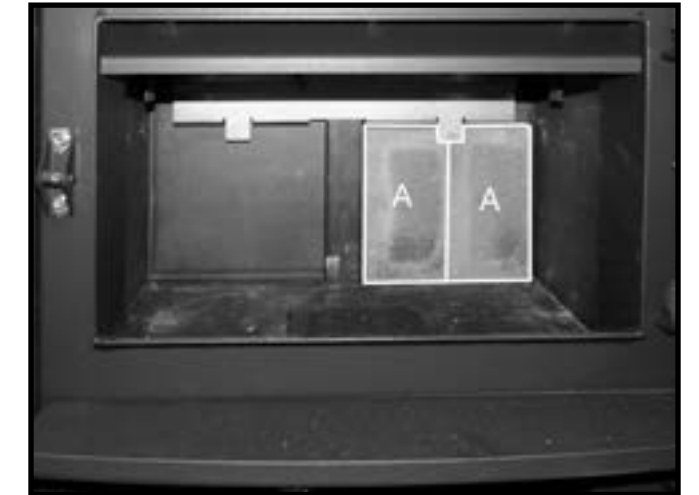

Figure 9: Installation de la deuxième brique sur le mur du fond.
2. Placer une deuxième brique A derrière l'onglet sur le rail (Figure 9).